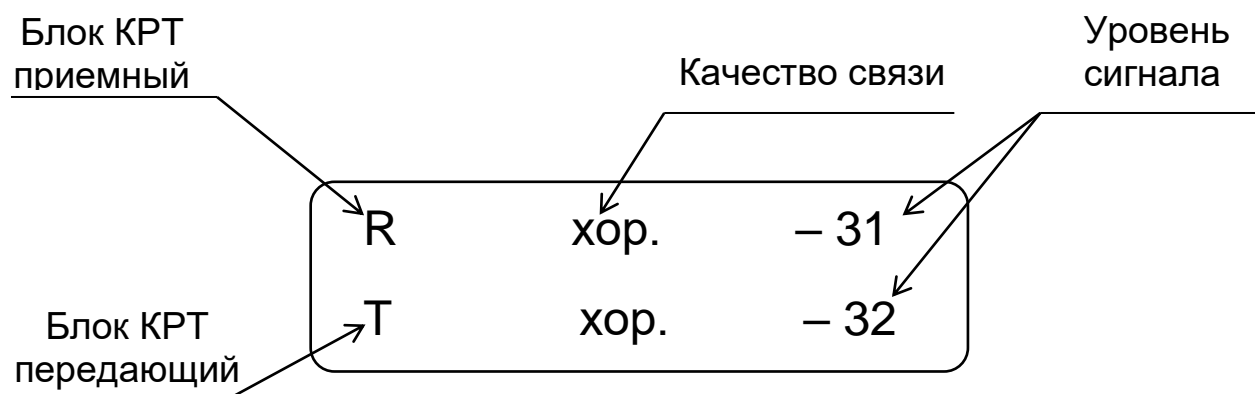

Рисунок 5 – Окно контроля сигнала
2.4.2 Для перевода блока КРТ в режим контроля сигнала необходимо, при нахождении в пункте меню «КРТ Ведущий» или «КРТ Ведомый», нажать кнопку «▲», после чего на индикаторе кратковременно появится надпись «Контроль сигнала», а затем откроется окно контроля сигнала – см. рисунок 5. В данном окне индицируется уровень сигнала в дБм и качество связи в виде текстового сообщения. Качество связи имеет 5 вариантов состояния: «хор.» - наилучшее качество связи, «норм», «удовл», «плох» и «неизв» - отсутствие сигнала.